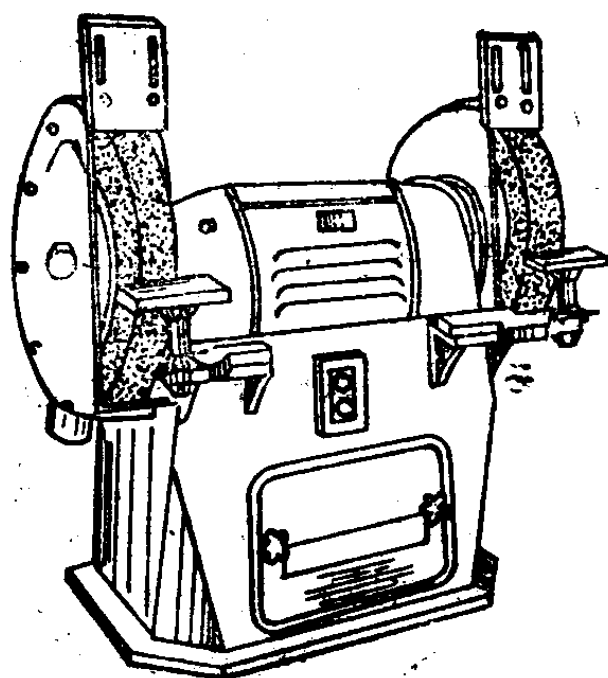

图 1-3 砂轮机
3. 砂轮机 砂轮机可用采磨削各种刀具和工具,如凿子、钻头、刮刀等。砂轮机主要由砂轮、电动机、机座、托架和保护罩组成(图1-3)。
(1) 砂轮的旋转方向应正确（图1-3中箭头所指方向），以使磨屑向下方飞离砂轮。
(2) 砂轮机启动后，应先观察运转情况，待转速正常后方可进行磨削。
(3) 磨削时，工作者应站在砂轮的侧面或斜侧位置，不要站在砂轮的正面。
(4) 磨削时不要使工件或刀具对砂轮施加过大压力或撞击，以免砂轮碎裂。
(5) 要经常保持砂轮表面平整，发现砂轮表面严重跳动，应及时修整。
(6) 砂轮机的托架与砂轮间的距离一般应保持在3毫米以内，以免发生磨削件轧入而使砂轮破裂。
(7) 应定期检查砂轮有无裂纹，两端螺母是否锁紧。